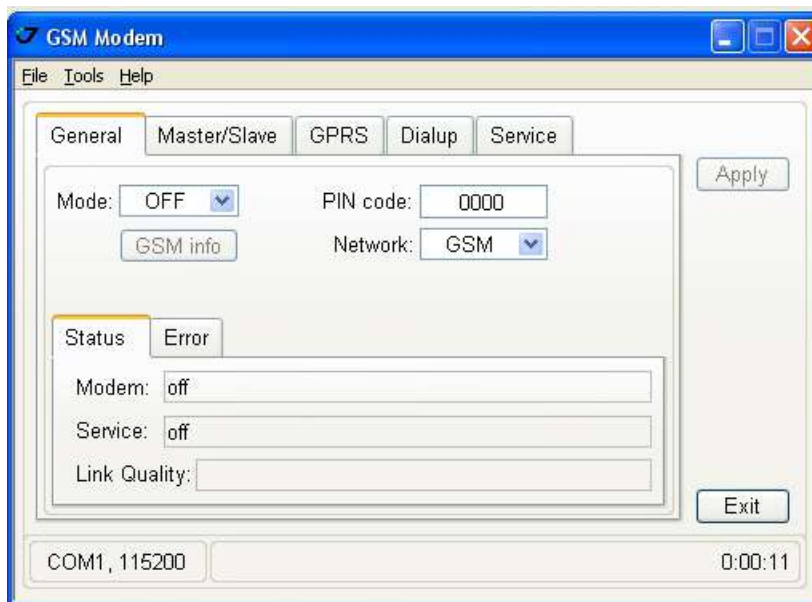

Рисунок 19. Закладка General
1. В закладке *General* настройте следующие параметры (Таблица 14) и нажмите *Apply* (Рис. 19 на стр. 39).
- В закладке *Master/Slave* настройте следующие параметры (Таблица 15) и нажмите *Apply* (Рис. 19 на стр. 39).